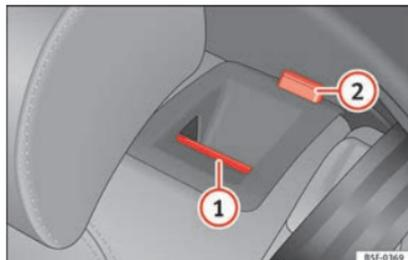

Fig. 151 Sullo schienale del sedile posteriore: tasto di sblocco (1); tacca rossa (2).
- Tirare il tasto di sblocco » **fig. 151** (1) in avanti e, contemporaneamente, abbattere lo schienale.
- Lo schienale posteriore è sbloccato quando si vede la tacca rossa sul tasto (2).
Lo schienale posteriore è sbloccato quando si vede la tacca rossa sul tasto » **fig. 151** (2). »